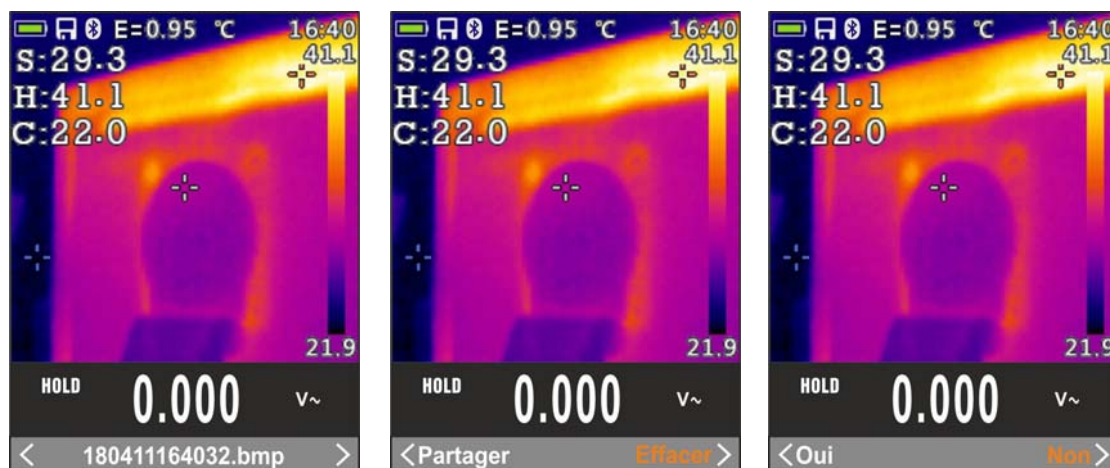

Fig. 42: Ouverture et suppression d'une image IR
- Entrer dans le Menu général pour revoir le résultat sauvegardé (voir Fig. 42 – partie gauche)